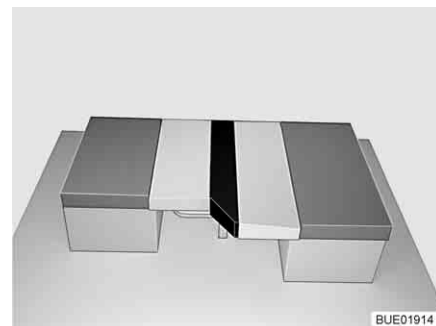

Fig. 99 Después de la transformación
- Colocar el cojín adicional entre el cojín del respaldo y el cojín del asiento del modo mostrado (véase Fig. 99).